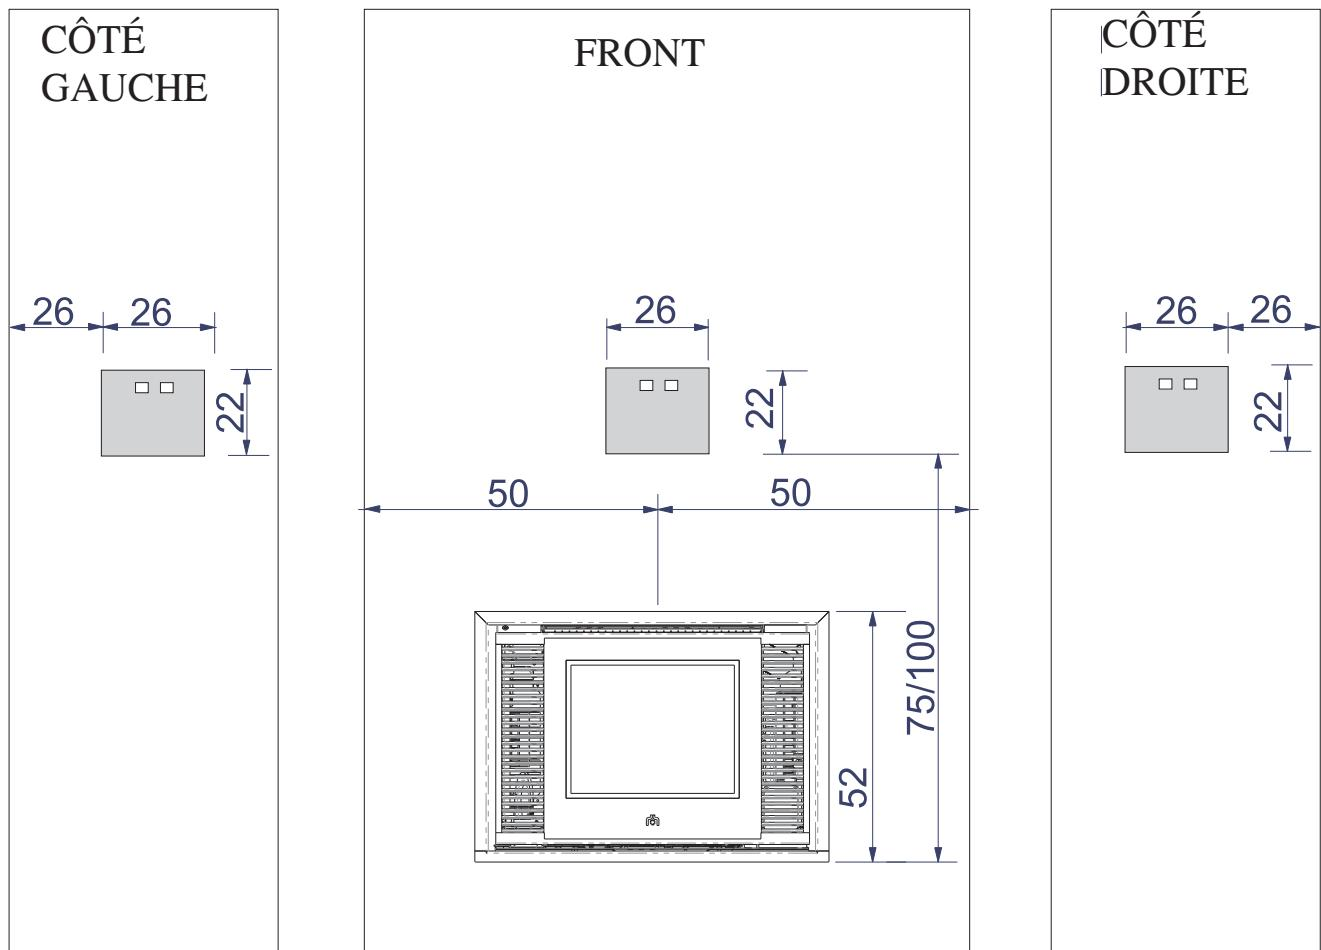
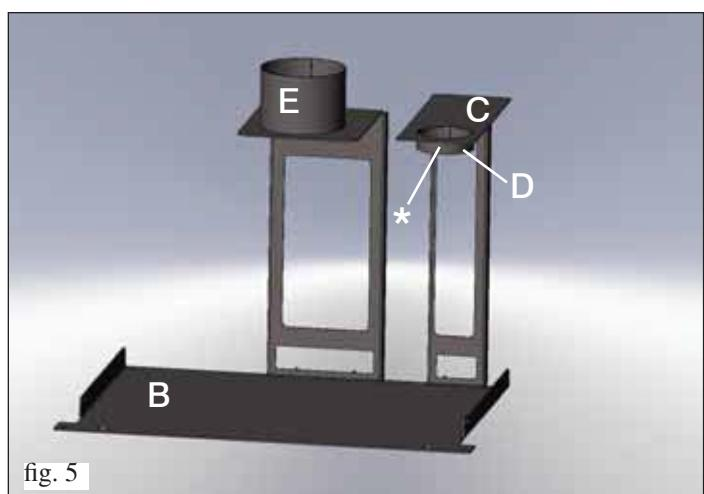

fig. 3
fig. 5
De plus, les plis des parois devront être tournés vers la face avant du support (fig. 3).
- Couper le tuyau à la bonne mesure et enfiler l'embout de ce tuyau au collier de l'étrier de centrage (**E** fig. 3 ci-contre et fig. 5 à la page 49) et le fixer au moyen des colliers fournis.
Assembler le kit de facilitation comme sur la figure 5.
- Enfiler le conduit de cheminée sur le collier de l'étrier (C) en l'appuyant sur la vis appropriée (\*) (fig. 5).
- Enfiler le tuyau de chargement des pellets sur le collier de l'étrier (E fig. 5 ci-contre et fig. 3 à la page 47) en le fixant avec le collier fourni.